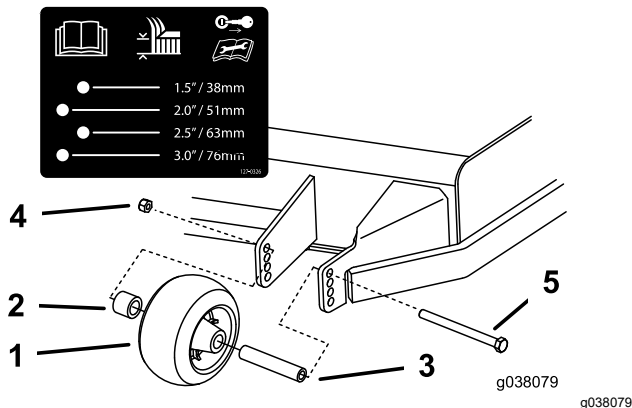

Figura 33
3. Ajuste los rodillos protectores del césped, tal y como se muestra en la **Figura 33**.